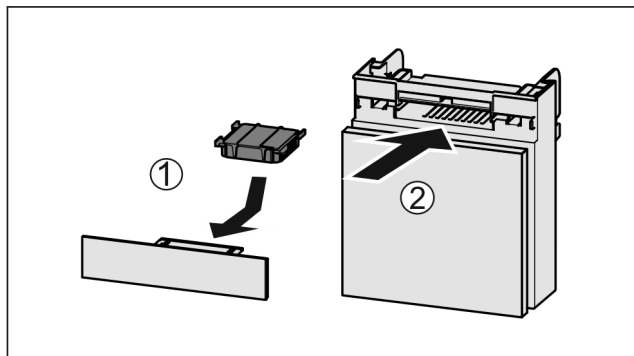

Fig. 74
- ▶ Insérer le filtre à charbon actif d'après le schéma Fig. 74 (1).
- ▶ Insérer le compartiment Fig. 74 (2).